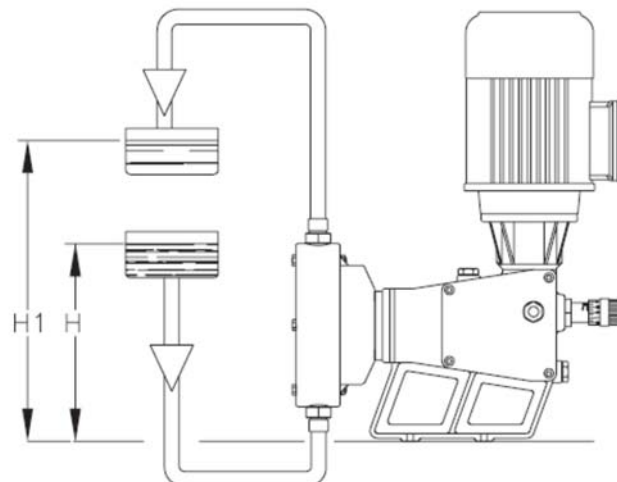

Рис. 6 – идеальный вариант установки
- Уровень забор реактента (H – Рис. 6)
- Уровень сброса реактента (H1 – Рис. 6)